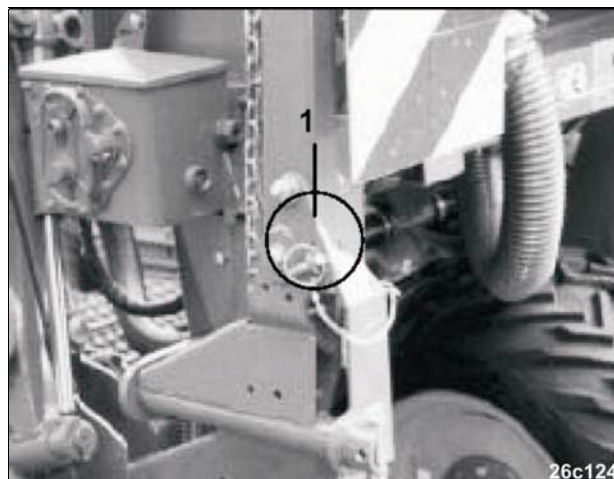

Рис. 129
- Маркеры приведите в транспортное положение и закрепите при помощи фиксирующих пальцев с пружинной защелкой (Рис. 129/1).